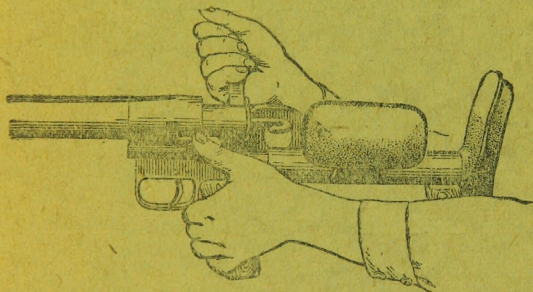

Рис. 11. Отделение затвора
2. Отделить затвор (рис. 11), нажав большим пальцем левой руки на затворную задержку с левой стороны ствольной коробки.